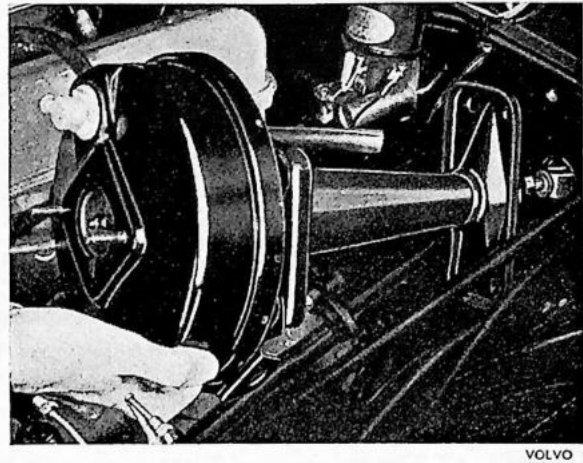

Fig. 5-65. Demontage van de servo cylinder
4. Draai de bevestigingsbouten van de steun los en trek de servo cylinder naar voren, zie Fig. 5-65.